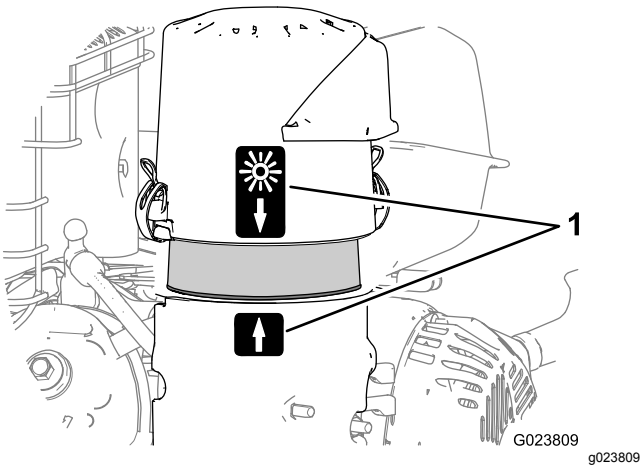

Figura 34
8. Alinee la pegatina de la flecha de la tapa del limpiador de aire con la pegatina de la flecha de la base (Figura 34).